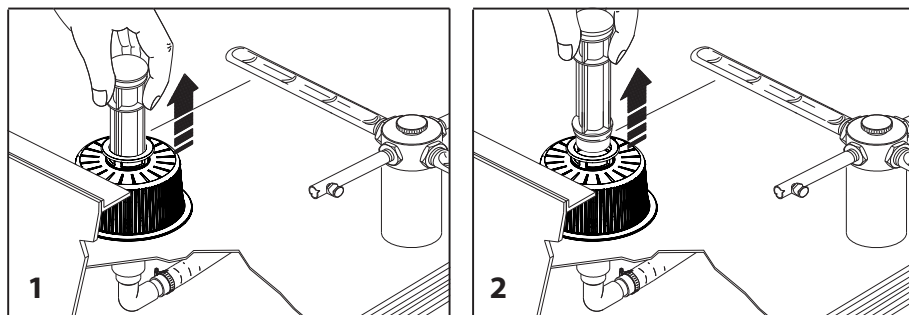

Fig. 16
2. togliere il tubo di troppo pieno (fig. 16, pagina 19)